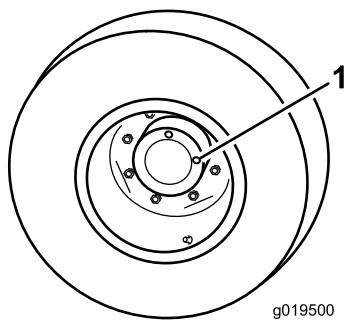

Bild 103
1. Wenn die Maschine auf einer ebenen Fläche steht, positionieren Sie das Rad so, dass eine Prüfschraube auf 12 Uhr und die andere auf 3 Uhr steht (**Bild 103**).
1. Prüf-/Ablassschraube (2)
2. Entfernen Sie die Schraube, die auf 3 Uhr steht (Bild 103).